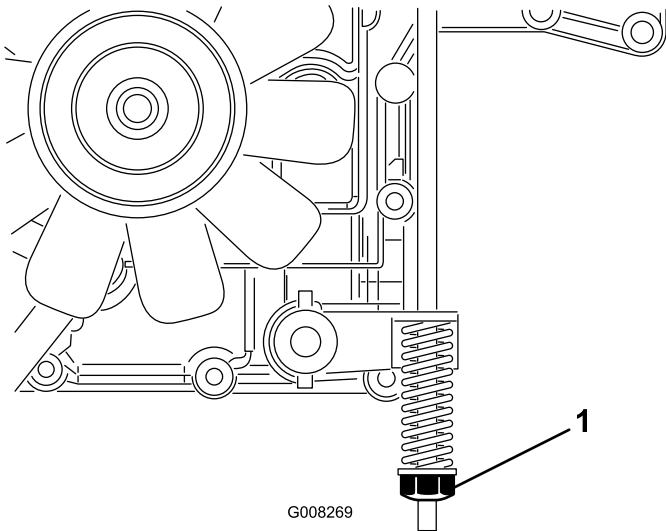

Bild 36
Die Bremse befindet sich an der rechten Seite der Hinterachse im Hinterreifen (Bild 36).
3. Drehen Sie die Einstellmutter der Bremse nach rechts, bis Sie die Maschine nicht mehr schieben können (Bild 36).